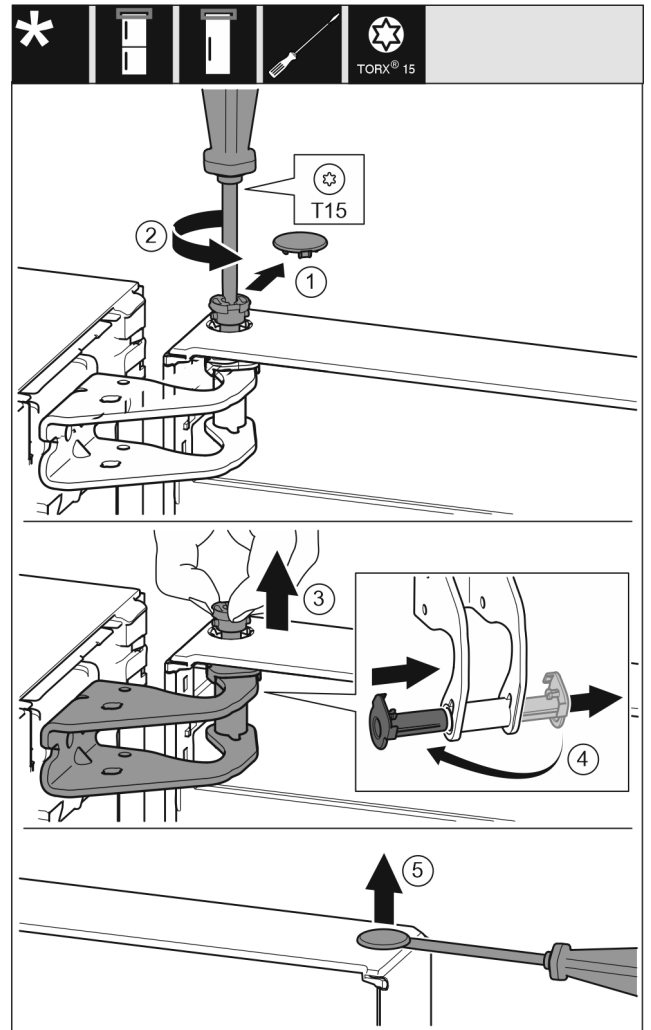

Fig. 9
- Atsargiai nutraukite apsauginę dengiamąją plokštelę. Fig. 9 (1)
- Šiek tiek išsukite varžtus atsuktuvu T15. Fig. 9 (2)
- Tvirtai laikykite duris ir ištraukite varžtą pirštais. Fig. 9 (3)
- Ištraukite guolio įvorę iš kreipiamosios. Įstatykite iš kitos pusės ir užfiksukite. Fig. 9 (4)
- Kaištį atsargiai pakelkite išdrožiniu atsuktuvu iš durų guolio įvorės ir jį ištraukite. Fig. 9 (5)